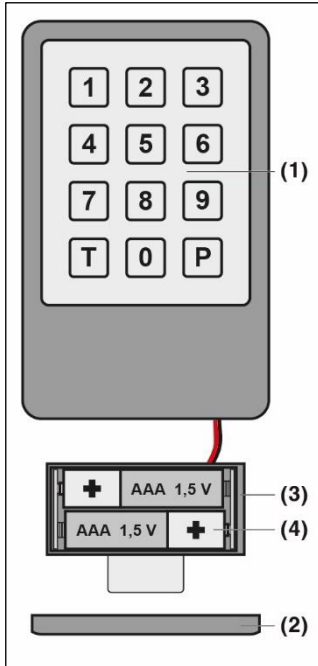
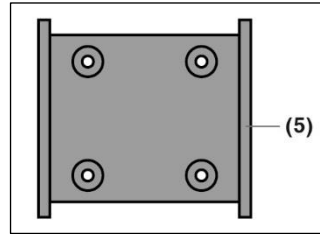

Fig. 1
Fig. 2
3 Description d'appareil (Fig. 1 et Fig. 2)
4.1 Monter le bouton poussoir à code radio (Fig. 1 et 2)